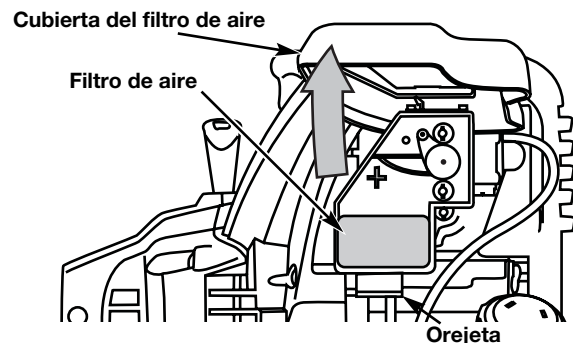

Fig. 45
1. Abra la tapa del filtro de aire. Empuje hacia adentro la lengüeta que está en lado inferior de la tapa. Después hable hacia afuera y arriba la tapa del filtro de aire. (Fig. 45).
2. Retire el filtro de aire (Fig. 45).
6. Vuelva a colocar el filtro (Fig. 45).